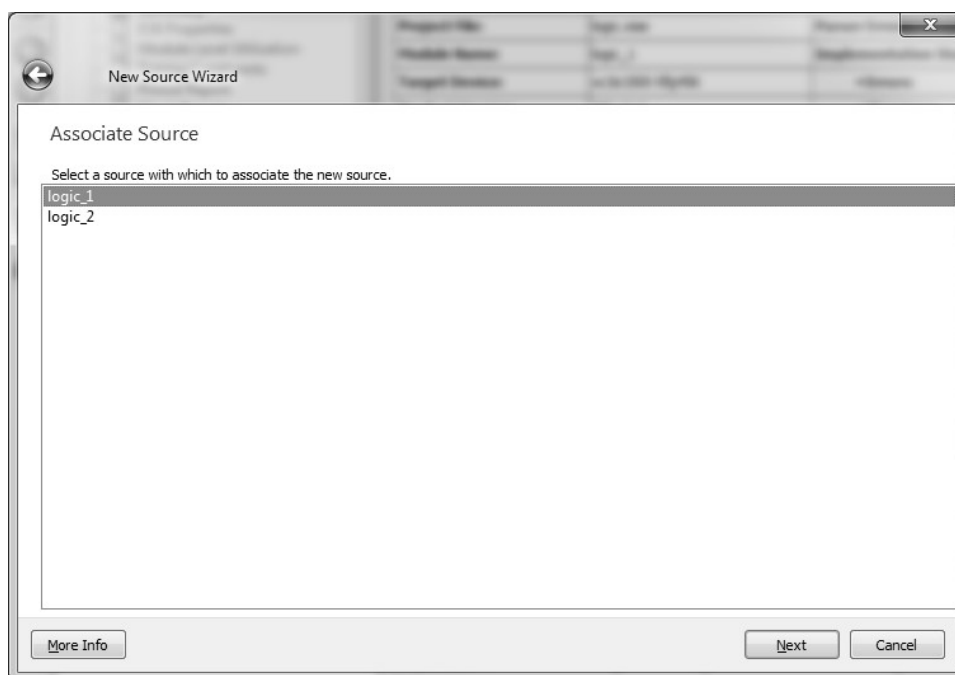

Рисунок 37 – Выбор устройства к которому будет привязан набор тестовых воздействий
5) В открывшемся окне привязок необходимо выбрать файл с описанием устройства, к которому будет привязан набор тестовых воздействий. Для выполнения данного лабораторного практикума необходимо выбрать файл «logic\_1» (Рисунок 37).